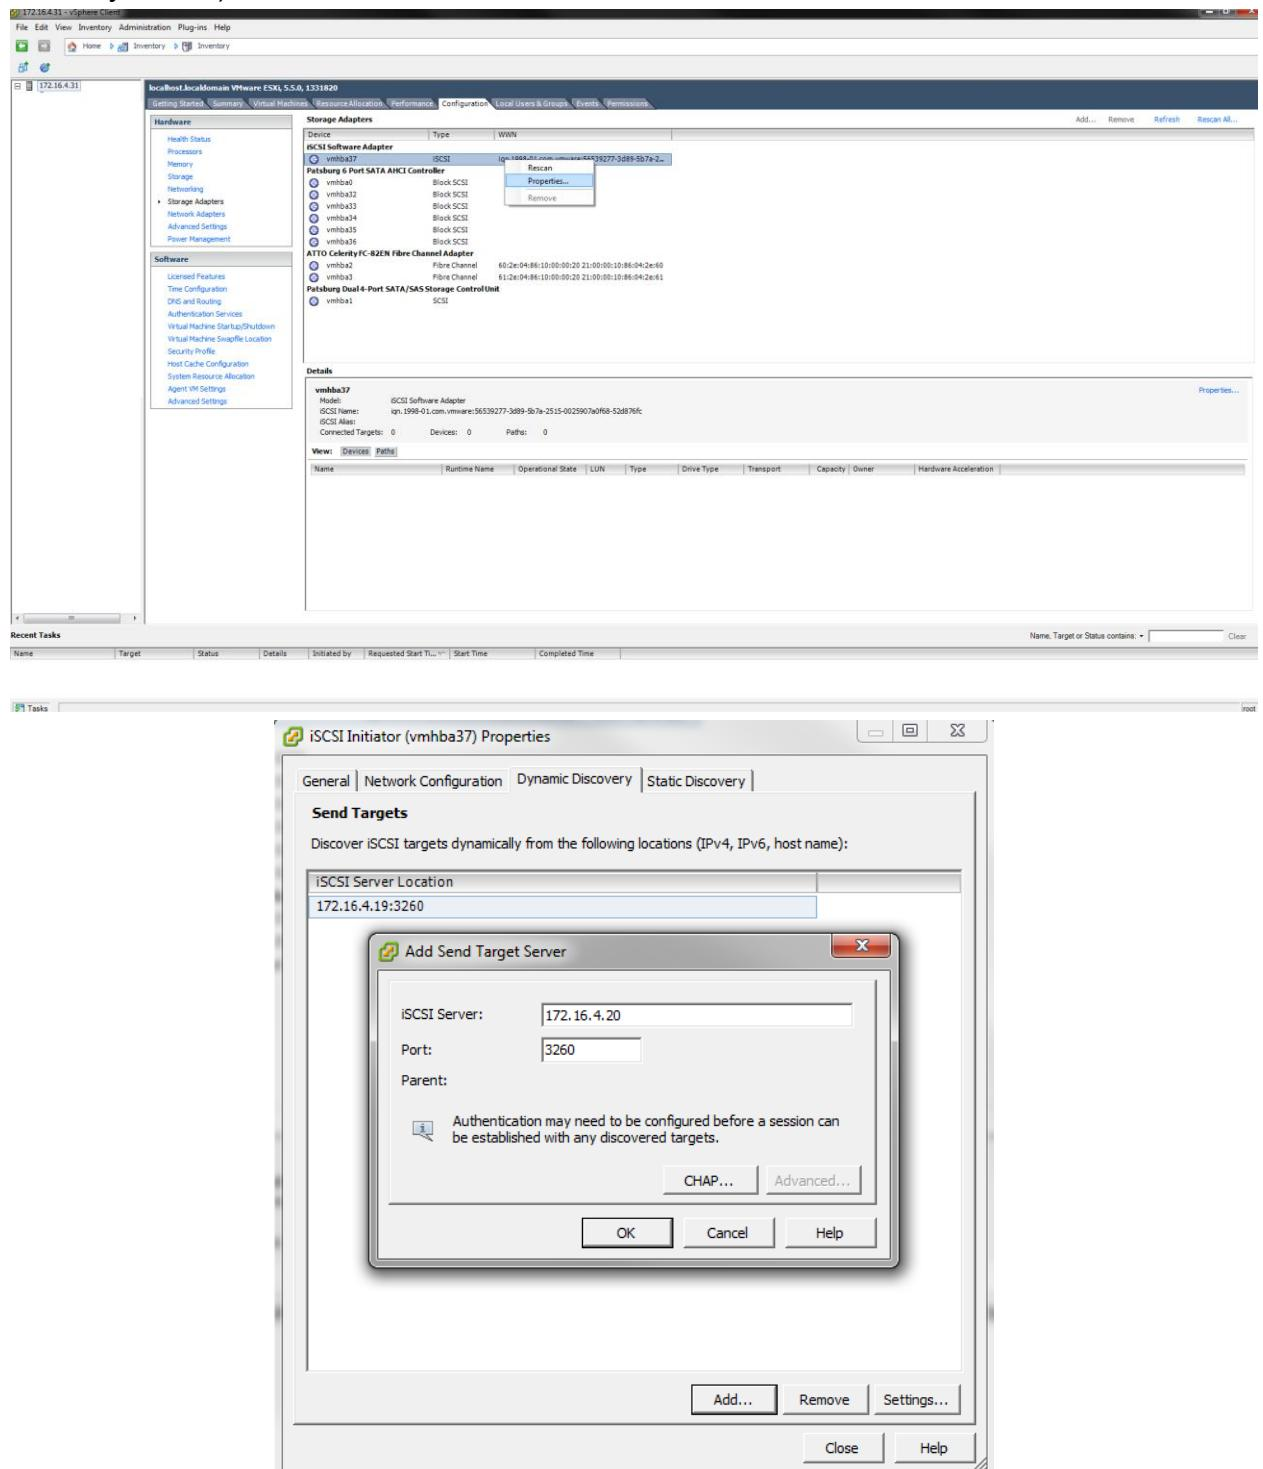

Рисунок 73 - Подключение к iSCSI Targets. Свойства
- Перейти на вкладку «Configuration» → «Storage Adapters» → «Fibre Chanel» (см. Рисунок 73).